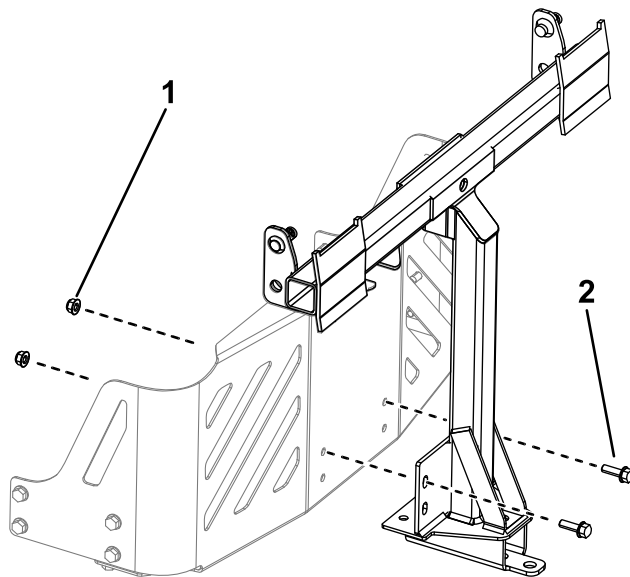

Figura 11
2. Instale el bastidor de giro en el bastidor de la máquina según se muestra en Figura 11. Sujete el bastidor de giro al bastidor de la máquina usando 2 pernos (5/16" x 1") y 2 contratuercas (5/16").